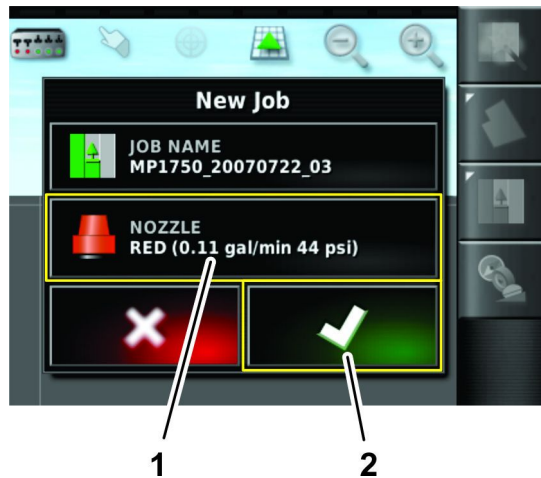

Figure 62
1. Dans le menu « New Job » (nouvelle tâche), appuyez sur l'icône de la buse (Figure 62).
3. Appuyez sur l'icône de confirmation (Figure 62).